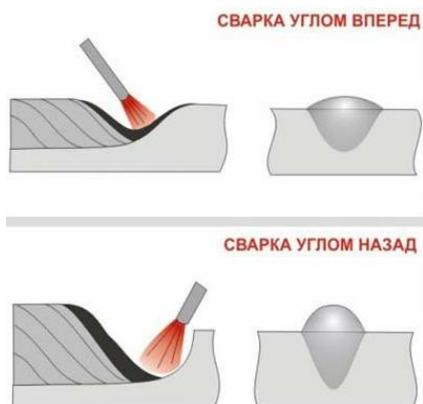

Рис. 2 - Направление угла наклона электрода
- При наплавке в нижнем положении сварку необходимо вести углом назад (см. Рис. 2), т.к. в это случае шлак не затекает под электрод;